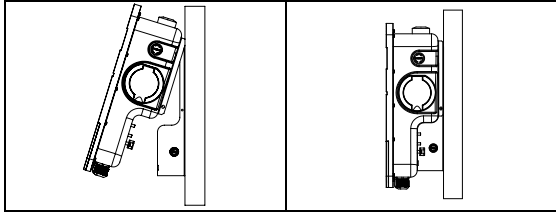

Abb. 5-5 Befestigung der EVSE an der Wand
1. Öffnen Sie den Zierdeckel und den Dichtungsdeckel wie in Abb. 5-5 gezeigt.